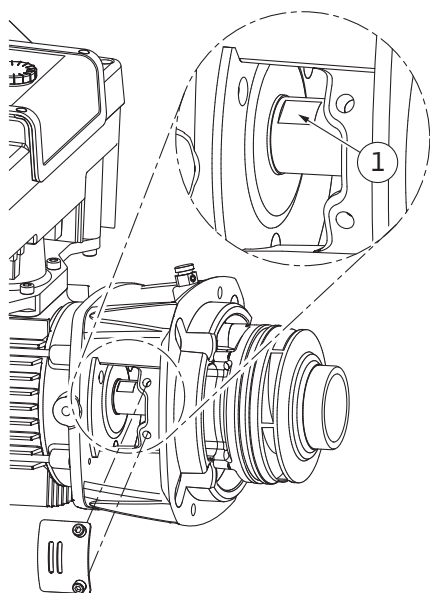

Fig. 110: Nøkkelflater på akselen
14. Før en skiftenøkkel (nøkkelvidde 22 mm) inn i lanternevinduet, og hold fast akselen på nøkkelflatene (Fig. 110, pos. 1). Skru ut skovlmutteren (Fig. I, pos. 22). Løpehjulet (Fig. I, pos. 21) trekkes automatisk av fra akselen.
3. Før en skiftenøkkel (nøkkelvidde 22 mm) inn i lanternevinduet, og hold fast akselen på nøkkelflatene (Fig. 110, pos. 1).
10. Før en skiftenøkkel (nøkkelvidde 32 mm) inn i lanternevinduet (Fig. IV, pos. 38), og hold fast akselen på nøkkelflatene (Fig. 110, pos. 1). Monter løpehjulet med underlagsskive(r) og mutter. Trekk til mutteren. Unngå skader på den mekaniske tetningen som følge av skjev påsetting.
11. Rengjør lanternesporet, og legg i den nye O-ringen (Fig. III, pos. 19).